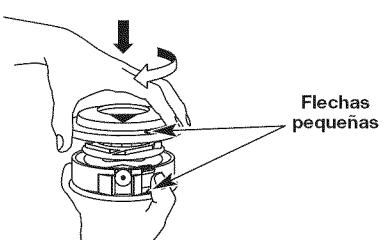

Fig. 18
1. Alinee las flechas pequeñas de la bobina (Fig. 18).
2. Encage la cubierta de la bobina y gírela a favor de las agujas del reloj hasta que caiga en su lugar (Fig. 18).